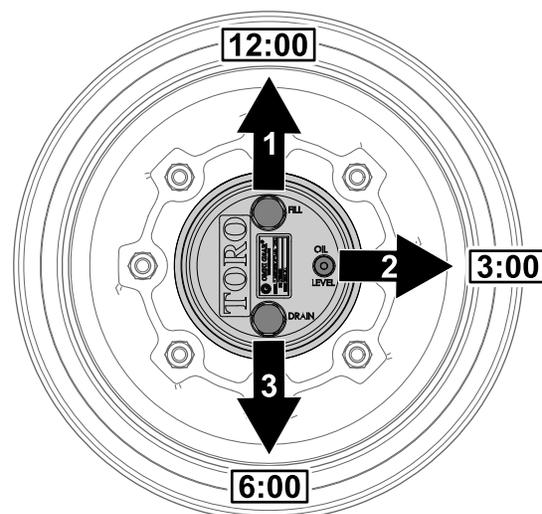

Рисунок 60
заливного отверстия находилась в положении «12 часов», пробка контрольного отверстия – в положении «3 часа», а пробка сливного отверстия – в положении «6 часов» (Рисунок 60).
2. Снимите пробку контрольного отверстия, расположенную в положении «3 часа» (Рисунок 60).
1. Припаркуйте машину на ровной поверхности, расположите колесо так, чтобы пробка заливного отверстия находилась в положении «12 часов», пробка контрольного отверстия – в положении «3 часа», а пробка сливного отверстия – в положении «6 часов»; см. Рисунок 60 в разделе Проверка масла в планетарном редукторе \(страница 66\).